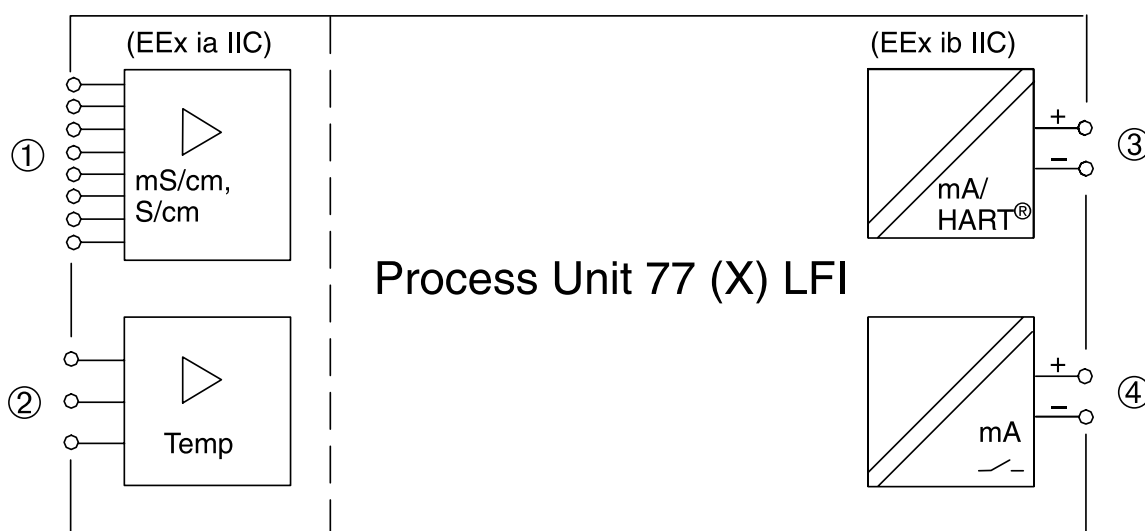

Fig. 2-1 Fonctions système du Process Unit 77 (X) LFI
La Fig. 2-1 montre les fonctions système. Il est possible de raccorder des capteurs inductifs appropriés ① avec une sonde de température intégrée ou externe ②.